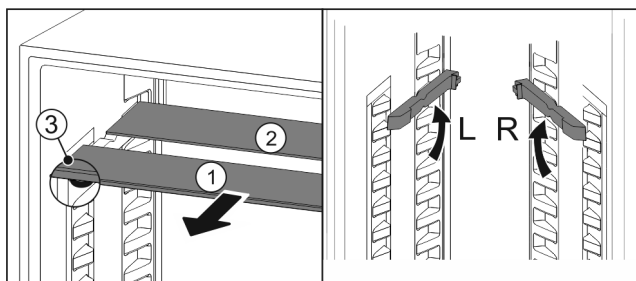

Fig. 70
- ▶ Træk glaspladerne ud enkeltvis fremad Fig. 70 (1).
- ▷ Glaspladen Fig. 70 (1) med pyntelisten ligger foran.
- ▷ Stoppene Fig. 70 (3) peger nedad.